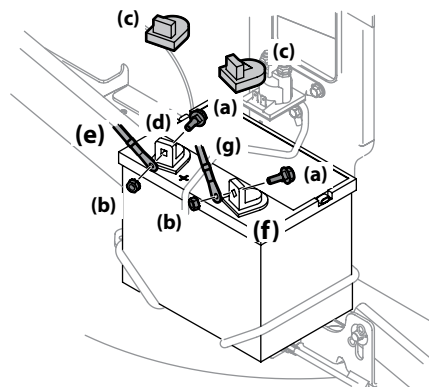

Figura 2-14
- Extraiga los pernos hexagonales instalados en fábrica (a) ubicados en el extremo del arnés de cables. Guarde los herrajes para uso posterior. Consulte la Figura 2-14.
- Retire la cubierta plástica (c), si está presente, del borne positivo de la batería (d) y una el cable rojo (e) al borne positivo de la batería (b) utilizando uno de los pernos hexagonales (a) y las tuercas Sems (b) que se extrajeron en el paso 1. Llave y/o llave de cubo de 7/16". Consulte la Figura 2-14.
- Retire la cubierta plástica (c), si está presente, del borne negativo de la batería (f) y una el cable negro (g) al borne negativo de la batería (f) utilizando el perno hexagonal restante (a) y la tuerca Sems (b). Consulte la Figura 2-14.